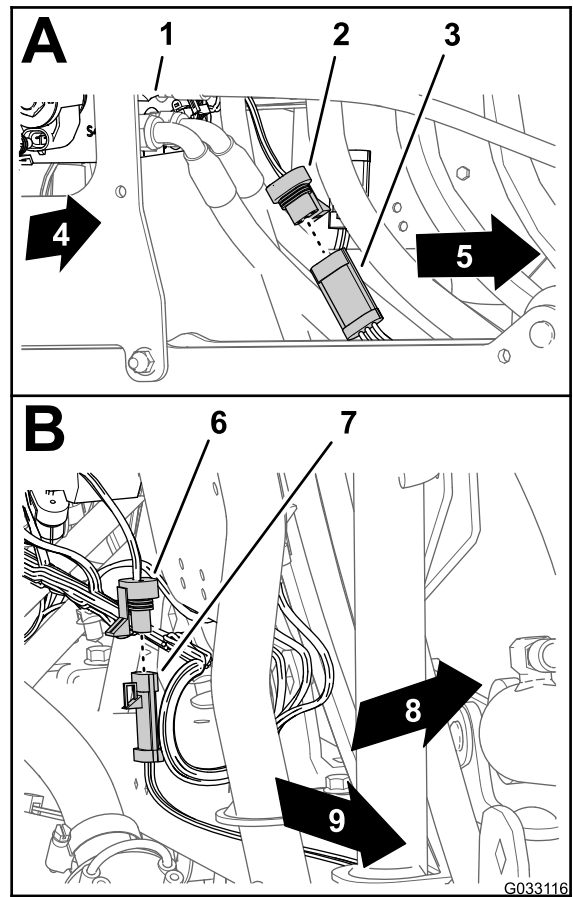

Figura 178
2. Conecte el conector hembra de 3 vías del arnés de cables del brazo sónico en el conector de 3 pines del cable para el sensor ultrasónico izquierdo (Figura 178).
1. Conecte el conector hembra de 3 vías del arnés de cables del brazo sónico en el conector de 3 pines del cable para el sensor ultrasónico derecho (Figura 178).